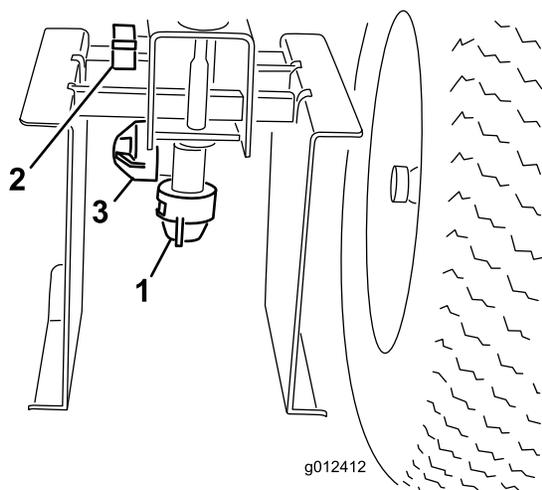

Figura 24
4. Allentate la vite che fissa il tubo dell'ugello della vernice al braccio della barra (Figura 24).